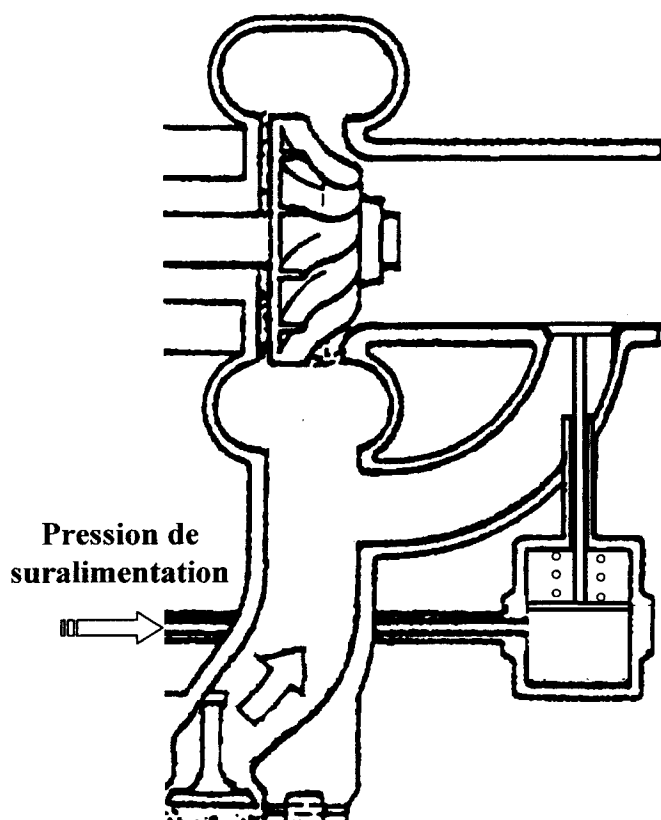
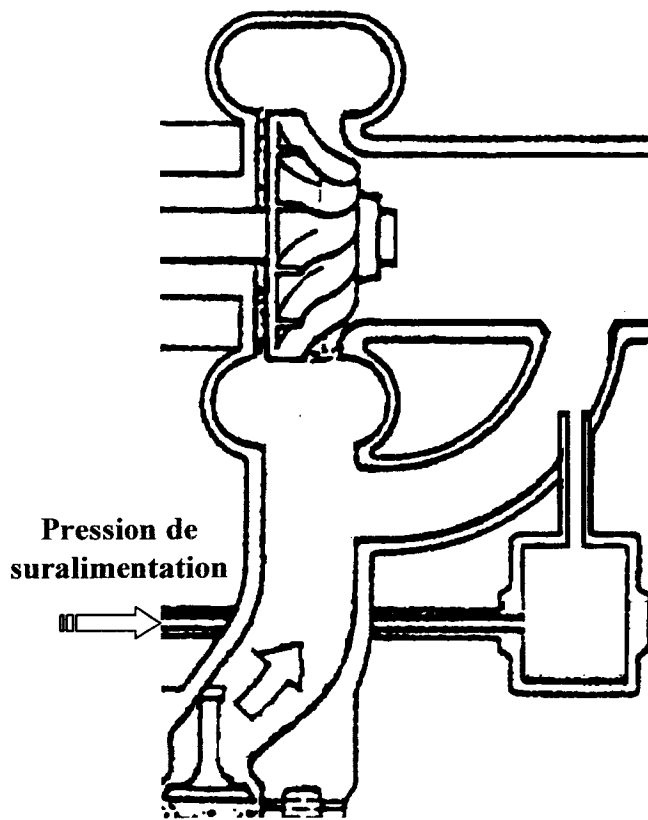

Figure 1
Figure 2
- 5. G** En vous aidant de la **figure 1**, représentant la soupape de sécurité en position **fermée**, on vous demande de dessiner la soupape en position **ouverte** et d'indiquer, par des flèches, le passage des gaz d'échappement sur la **figure 2**.